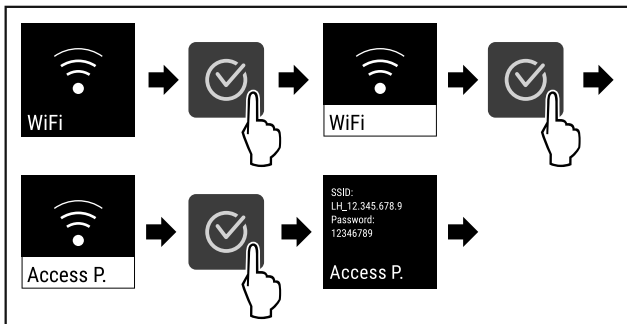

Fig. 84
- ▶ Εκτελέστε τα βήματα ενεργειών (βλέπε Fig. 84).